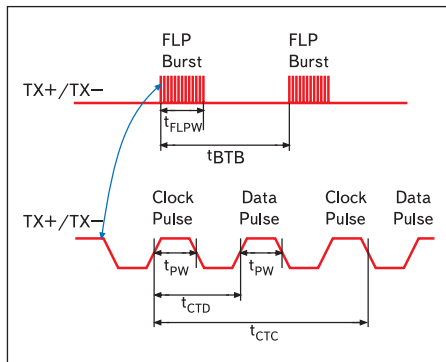

Рис. 17. Диаграмма импульсов FastLinkPulse
- Микросхема должна выдавать в линию импульсы FastLinkPulse. Измерить нормальную форму пульса FastLinkPulse на Tx+/- (или на Rx+/-, если установлен режим инверсии входов/выходов) — они будут передаваться каждые 16 мс, при этом сетевой кабель не подключается. Форма импульса показана на рис. 17. Параметры импульсов приведены в таблице. Напомним, что вместо реальной сети у нас пока еще установлена заглушка. Если данные импульсы передаются и принимаются, то микросхема должна активизировать светодиод LINK. Если есть светодиод, «отвечающий» за режим линии 100 Мбит, то он тоже должен быть активизирован. Те же действия можно проделать и для режима 10 Мбит, с той